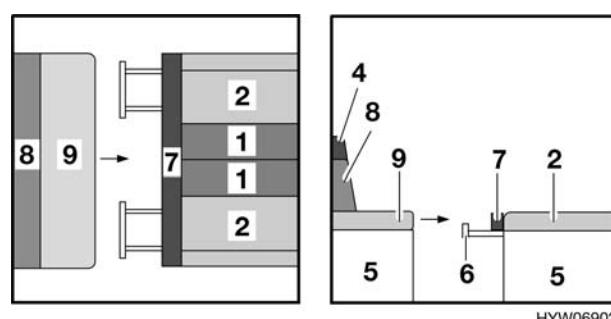

Fig. 93 Durante la trasformazione
- Estrarre la prolunga del cassone letto (Fig. 93,6) da entrambi i cassoni della dinette centrale fino all'arresto.
- Sollevare leggermente il divano (Fig. 93,9) ed estrarlo fino all'arresto.
- Sfilare il cuscino aggiuntivo (Fig. 93,4) dal cuscino dello schienale (Fig. 93,8). Il cuscino aggiuntivo è fissato a quello dello schienale tramite un nastro in velcro e può essere staccato con facilità.